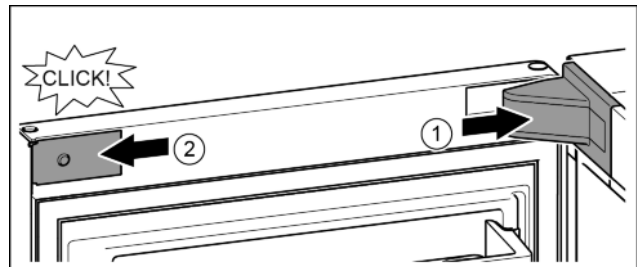

Fig. 19
- ▶ Afdekking van de lagerbus aanbrengen en vastklikken, en indien nodig, voorzichtig uit elkaar drukken. Fig. 19 (1)
- ▶ Paneel zijdelings aanbrengen en vastklikken. Fig. 19 (2)